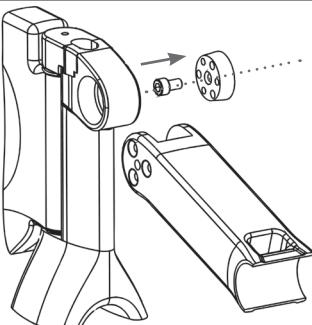

Fig. 5
1. Entfernen Sie das Fett von den Konen (1+6), dem Gabelkopf (3) und den Gelenkkästen mithilfe eines trockenen Tuchs.
2. Fetten Sie die M6 x 10 mm Schraube (4) ein.
3. Schrauben Sie die M6 x 10 mm Schraube in den linken Konus ein und ziehen Sie sie mit der Hand fest. Der Schraubenhaupt muss auf dem kleinen Durchmesser des Konus aufliegen (Abb. 5).